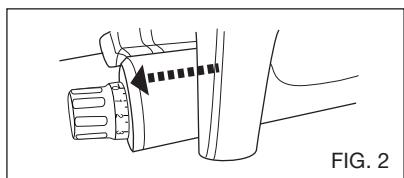
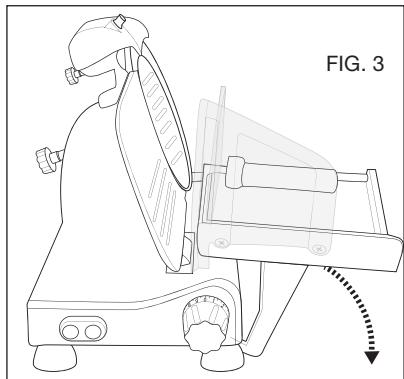

FIG. 2
FIG. 3
- Compruebe que la pared móvil (2) está cerrada (perilla de ajuste de espesor en la posición “0”) (Fig. 2).
- Alce el conjunto afilador (10), girándolo 180° de manera que las dos ruedas de afilar estén en posición de trabajo (Fig. 2).
- Baje el conjunto afilador (10) hasta que encaje (Fig. 2).
- Gire la perilla de bloqueo (13) para bloquea el conjunto (Fig. 3).
- Oprima el botón de encendido (5) para encender el aparato (Fig. 2).
- Oprima el botón n. ° 26 y deje que la cuchilla de vueltas por aproximadamente 1 minuto. Luego, apague (“OFF”) el aparato. Apague el aparato. Cuando se inmovilice la cuchilla, compruebe si hay rebabas en el filo (Fig. 2).
- Si las hay, encienda la unidad y oprima suavemente el botón n. 27 por 3 segundos para quitarlas. (Fig. 2).
- Después del afilado, vuelva a colocar el conjunto afilador (10) en su posición original y limpie el filo de la cuchilla y las ruedas de afilar.
- Jale el carro/la bandeja móvil hacia la perilla de ajuste de espesor e inclínelo hacia fuera (Fig. 2 y Fig. 3).